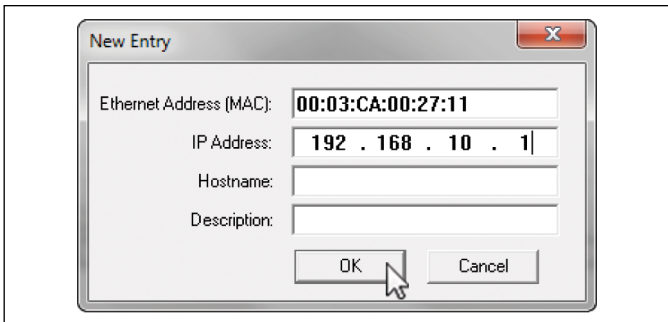

Abb. 104: MAC-Adresse und bisher nicht verwendete IP-Adresse eingeben
4. Geben Sie im Fenster „New Entry“ im Feld „Ethernet Address“ die MAC-Adresse des R-Serie V-Sensors an und im Feld „IP Address“ die IP-Adresse, welche der Sensor erhalten soll. Diese IP-Adresse benötigen Sie, um im weiteren Verlauf mit dem Sensor kommunizieren zu können. Wählen Sie eine IP-Adresse, die bisher im Netzwerk nicht verwendet wird. Die MAC-Adresse ist auf dem Label des Sensors aufgedruckt (siehe Abschnitt „3.8 Typenschild“) (Abb. 104).